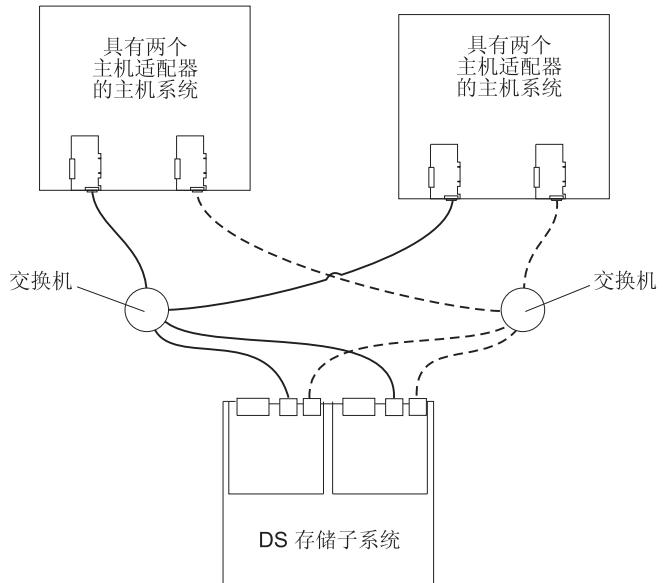

图 58. 双 SAN 光纤网配置的示例
- 双 SAN 光纤网配置，如第 82 页的图 58 中所示
在第 82 页的图 58 中，光纤通道交换机可通过交换机间链接（ISL）连接在一起，以形成一个双 SAN 光纤网。